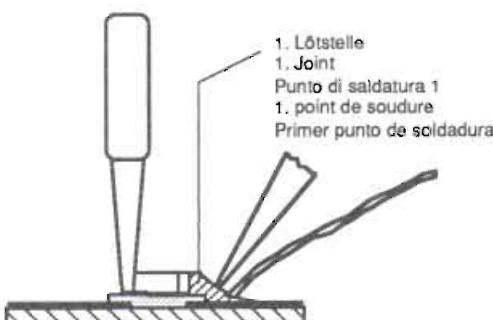

Fig. 4
4. step: Put the CHIP onto the soldering point, then center and fix it (Fig. 4).
4. Poser le composant CMS sur cette pointe de soudure, centrer et souder. Maintenir le composant CMS à l'aide d'une pince brucelle (Fig. 4).
4. Appoggiare il CHIP sul punto di saldatura, centrarlo e quindi saldarlo (Fig. 4).